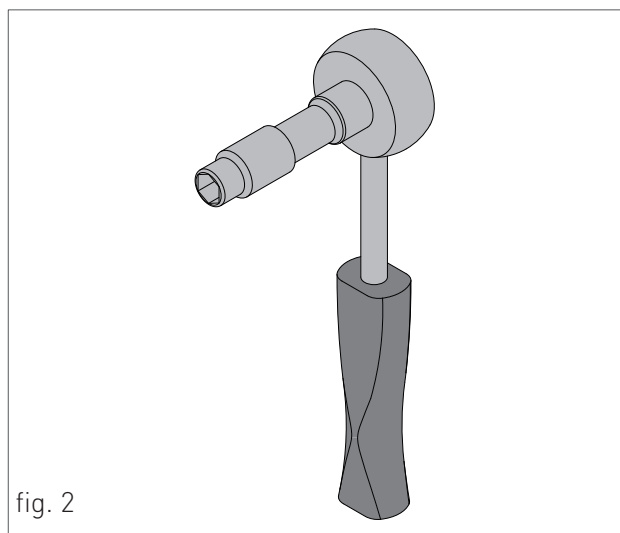

fig. 2
18. SEÑALIZACIÓN DE LLAMA PRESENTE, INDICA TAMBIÉN, EN 3 NIVELES DE PORCENTAJE, EL GRADO DE POTENCIA DE MODULACIÓN DE LA CALDERA (fig. 2)